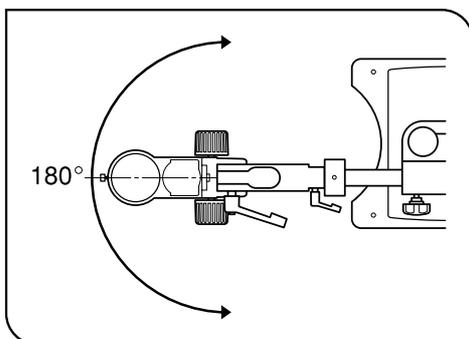

図 21
6) SZX架台用アームまたはSZXの固定ノブをゆるめることにより鏡体を水平に回転させることができます。(図21)